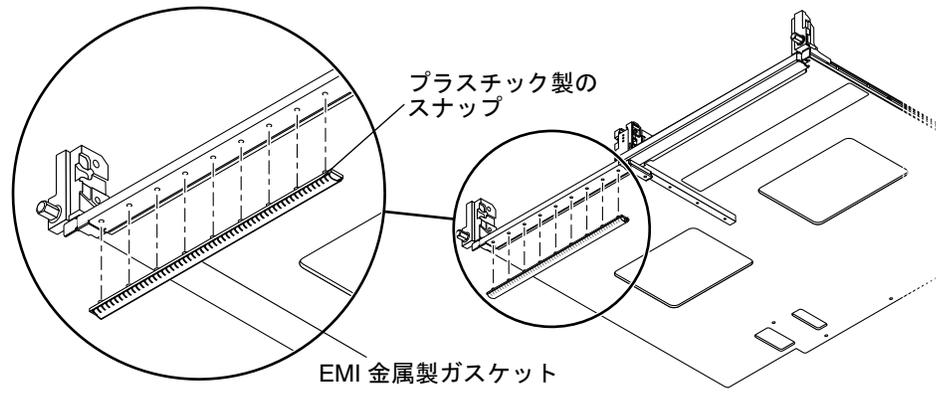

図 1-15 EMI 金属製ガスケットの取り付け
9. 9つのプラスチック製スナップをキャリアプレートの正面の端にある9つの穴に合わせて、新しいガスケットを取り付けます (図 1-15)。必要に応じて、新しいキャリアプレート上で、各スナップが9つの穴に完全に固定されて突起が見えなくなるまで、親指と人差し指でスナップを押します。